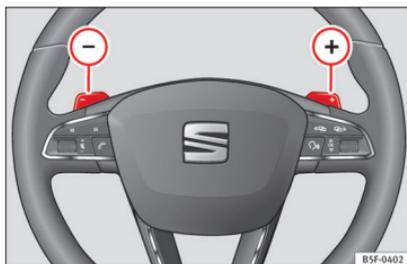

Abb. 164 Lenkrad: die Hebel für Automatikgetriebe.
- Um einen Gang hochzuschalten, tippen Sie die Schaltwippe  **»»» Abb. 164.**